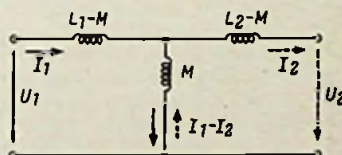
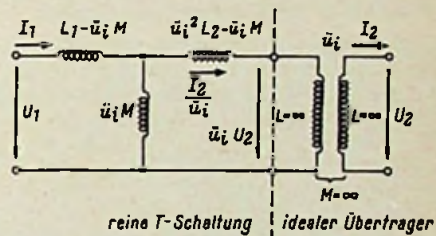

Bild 3. T-Ersatzschaltung des Transformators
Bild 4. T-Ersatzschaltung des Transformators mit Ergänzung durch idealen Transformator mit dem Übersetzungsverhältnis \bar{u}_i
Aus ihnen kann man leicht ein anschauliches Ersatzbild aufbauen: Die beiden Spannungen U_1 und U_2 ergeben sich aus den Strömen I_1 , I_2 und $I_1 - I_2$, die einen Spannungsabfall an den drei Induktivitäten M , $(L_1 - M)$ und $(L_2 - M)$ hervorrufen. Hieraus resultiert die T-Ersatzschaltung Bild 3.
Dieses Ersatzschaltbild hat nun zwei Nachteile: Die Eingangs- und Ausgangsseite ist nicht mehr, wie beim „wirklichen“ Übertrager galvanisch voneinander entkoppelt. Um diesem Mangel abzuhelfen, kann man das Bild 3 in der Weise ergänzen, daß man sich dem T-Glied einen idealen Übertrager nachgeschaltet denkt, wie Bild 4 veranschaulicht. Dieser ideale Übertrager besteht aus einem verlust- und streuungslosen Übertrager, dessen Induktivitäten L_1 , L_2 und M unendlich groß angenommen werden.
In Bild 4 sind mit einem Übersetzungsverhältnis \bar{u}_i des idealen Übertragers die neuen Werte, die jetzt für die T-Schaltung maßgebend sind, eingetragen.
Mit diesen in Bild 4 eingezeichneten Werten lauten dann für diesen Fall die Transformatorgleichungen aus (15) und (16) bezogen auf das reine T-Ersatzbildteil: